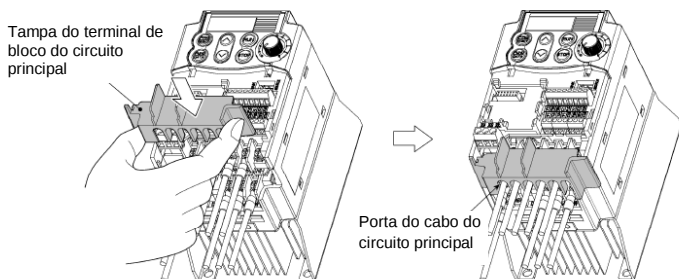

Figura 2.11 Recolocando a Tampa do Bloco de Terminais (TB) no Circuito Principal
- 1) Como mostrado na figura 2.11, retire os cabos dos terminais do circuito principal em paralelo.